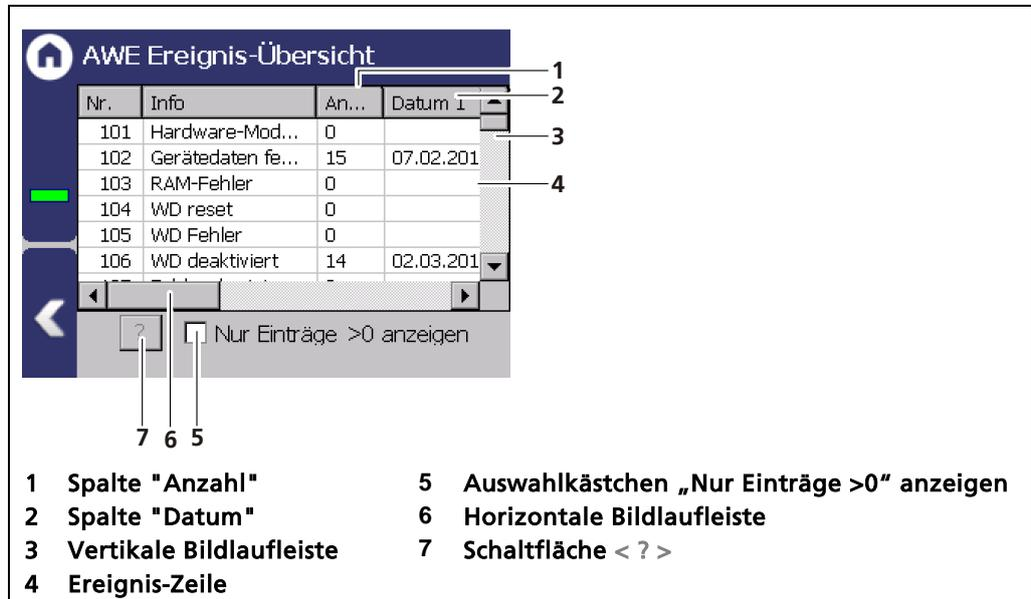

Abb. 140 AWE Ereignis-Übersicht
Im Untermenü „Ereignis-Übersicht“ werden alle protokollierbaren Ereignisse chronologisch in tabellarischer Form dargestellt. Aktivieren Sie das Auswahlkästchen „Nur Einträge >0 anzeigen“ (Abb. 140, Pos. 5), um nur Ereignisse darzustellen, die aufgetreten sind.
1. Klicken Sie eine Zeile in der Liste (Abb. 140, Pos.4) an.
2. Klicken Sie auf < ? > (Abb. 140, Pos.7).
3. Mit der Schaltfläche <Schließen> schließen Sie die Ereignis-Beschreibung (Abb. 140, Pos.7).
4. Schieben Sie den Balken der horizontalen Bildlaufleiste (Abb. 140, Pos. 6) nach rechts, um zu sehen zu welchen Zeitpunkten (Datum, Uhrzeit) das Ereignis aufgetreten ist.